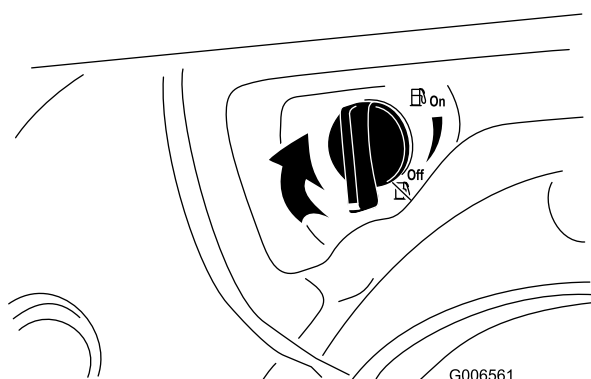

Рисунок 34
4. Закройте отсечной топливный кран, повернув его по часовой стрелке (Рисунок 34).